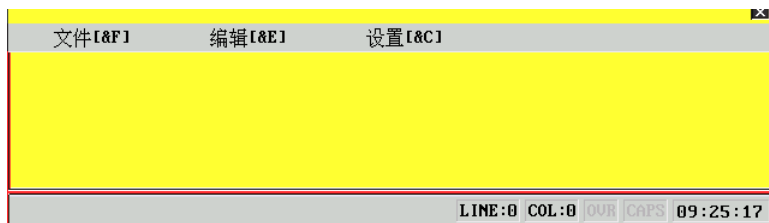

图 7.7.3 DNC 程序主菜单
(1) 在上位计算机上执行 DNC 程序，弹出如图 7.7.3 所示主菜单；
- (2) 按 **Enter** 键,系统命令行提示“正在和发送串口数据的计算机联络”;
- (3) 在上位计算机的主菜单(图 7.7.3)下按 ALT+F,弹出如图 7.8.1 所示文件子菜单;
- (1) 在上位计算机的主菜单(图 7.7.3)下按 ALT+F, 弹出如图 7.8.2 所示文件子菜单;
- (2) 用 ▲、▼键选择“接收 DNC 程序”选项;